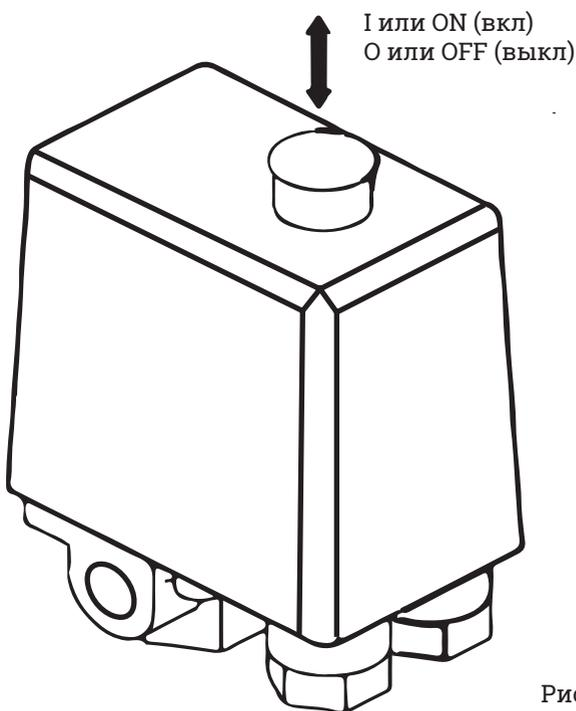

Рис. 3
1. Проверьте, чтобы выключатель на прессостате находился в выключенном положении «0» или «OFF», в зависимости от исполнения (см. рисунок 3).
3. Включите компрессор выключателем на прессостате. Для этого необходимо переключить выключатель в положение «I» или «ON», в зависимости от исполнения (см. рисунок 3).
1. Выключить компрессор выключателем на прессостате. Для этого необходимо переключить выключатель в положение «0» или «OFF», в зависимости от исполнения (см. рисунок 3). После этого остановится электродвигатель и произойдет сброс давления из нагнетательного воздухопровода и поршневого блока.